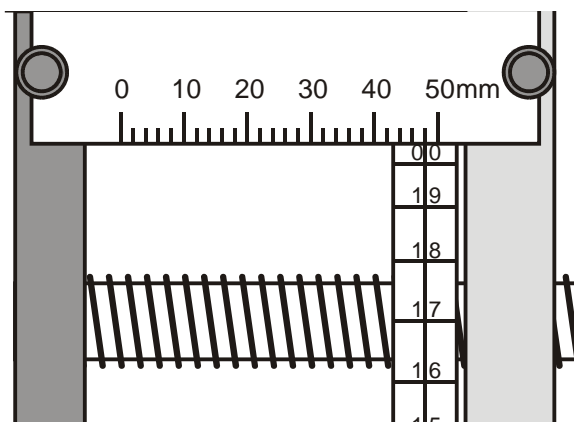

Fig. 2: Indicazione della posizione di pistone 48,0 mm
- Allentare le viti a testa zigrinata della scala fissa e spostare la scala lateralmente fino a quando la linea in corrispondenza di 48 mm non si trova esattamente sulla linea centrale della scala rotante (ved. Fig. 2).